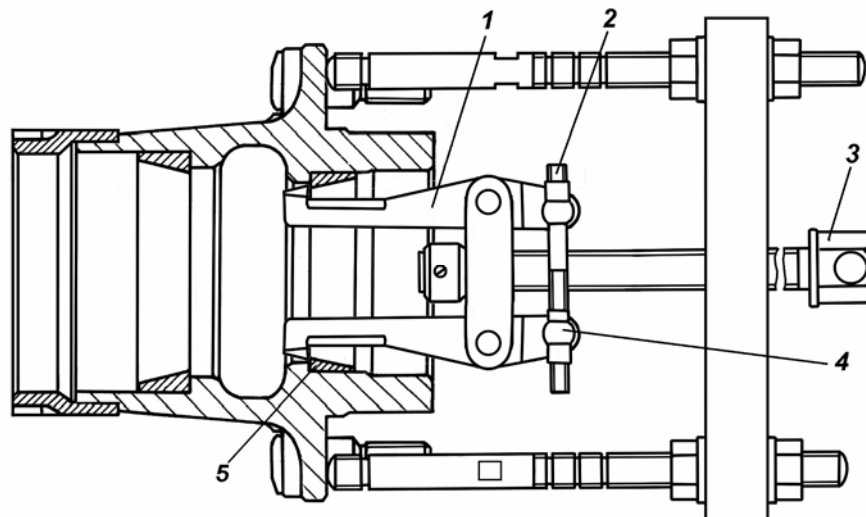

Рис. 5.23. Выпрессовка наружных колец подшипников: 1 – лапки, 2 – болт, 3 – винт; 4 – ось; 5 – кольцо подшипника
- выпрессовать из ступицы наружные кольца подшипников с помощью съемника (рис. 5.23). Лапки 1 съемника подвести под торец кольца подшипника 5 и развести до упора, ввертыванием болта 2 в ось 4. Снять кольцо подшипника вращением винта 3;